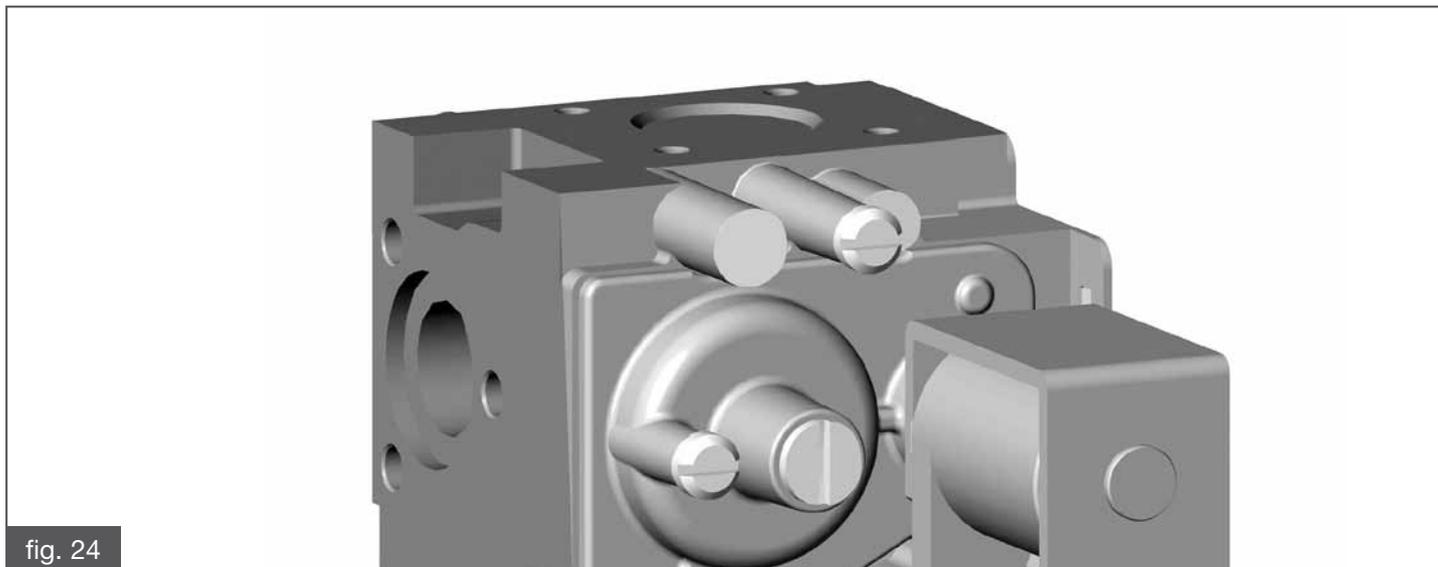

fig. 24
- Collegare i morsetti 3 dei vari apparecchi tra di loro (fig. 24).